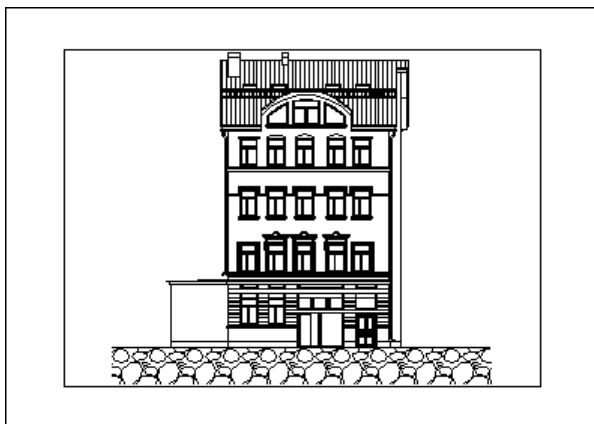

Рис. 23.6. Настроенный лист с одним видовым экраном
6. Щелкните на кнопке **Set Current** (Установить), чтобы настройки печати были присвоены выбранному листу. Щелкните мышью на кнопке **OK** для выхода в пространство листа для размещения видов в плавающих видовых экранах. Как и ранее, в случае печати из пространства модели, появится настроенный лист бумаги с единственным видовым экраном (рис. 23.6), но теперь с заданными границами листа.